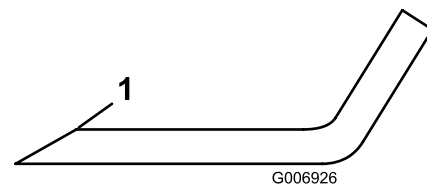

Bild 34
1. Schärfen Sie die Schnittkante an beiden Enden des Schnittmessers mit einer Feile (Bild 34). Behalten Sie den ursprünglichen Winkel bei. Das Schnittmesser behält seine Auswuchtung bei, wenn von beiden Schnittkanten die gleiche Materialmenge entfernt wird.